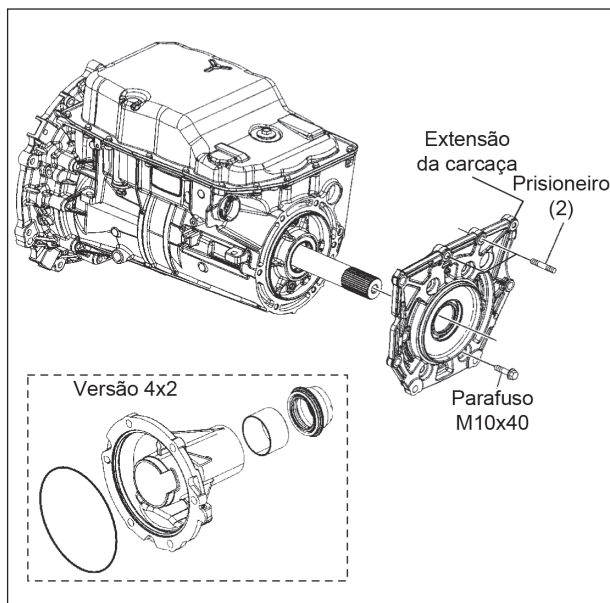

Figura 39
5. Gire a transmissão de maneira que o cárter inferior fique voltado para cima conforme mostra a figura 39.
6. Remova os seis parafusos de fixação da extensão, conforme mostra a figura 39, e remova a extensão da carcaça.